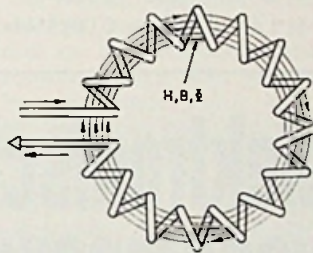

Fig. 1.2.4
2. Een in zichzelf gesloten spoel of toroïde, fig. 1.2.4.
We kunnen zoiets alleen imiteren met een toroïde, zoals in fig. 1.2.4 is getekend.